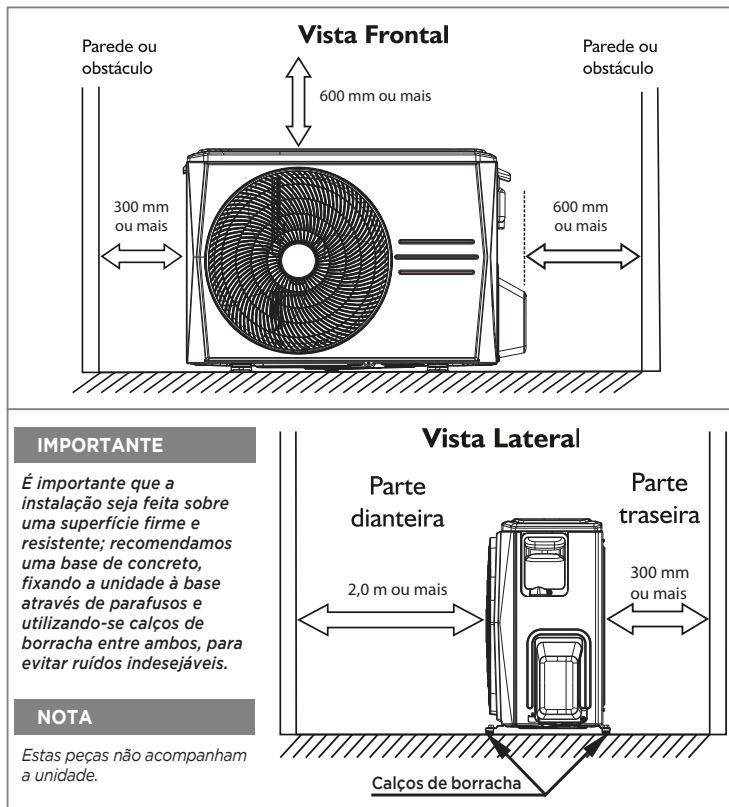

FIG. 3 - ESPAÇAMENTOS MÍNIMOS RECOMENDADOS E CALÇOS DE BORRACHA
- Instalar as unidades de forma que elas fiquem livres de quaisquer tipos de obstrução das tomadas de ar de retorno ou insuflamento. Obedecer os espaços requeridos para instalação, manutenção e circulação de ar conforme a Fig. 3 a seguir.